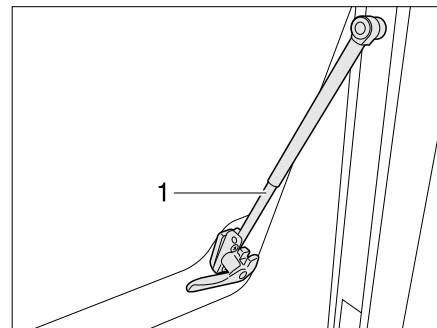

Bild 49 Ausstellfenster mit Automatik-Aussteller
- Ausstellfenster bis zur gewünschten Raststellung öffnen; Automatik-Aussteller (Bild 49,1) rastet selbstständig ein.